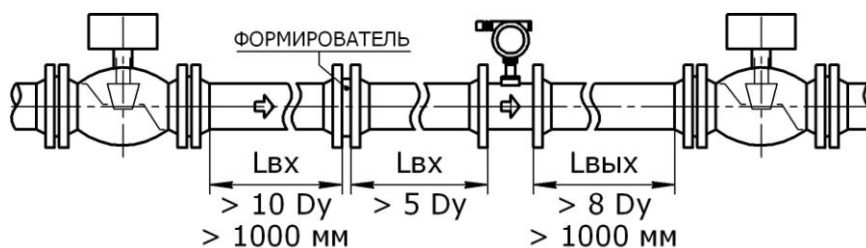

Рисунок 9. Частично открытая задвижка или регулятор (Рекомендуется установка формирователя)
2.2.3 Регуляторы давления (расхода) рекомендуется устанавливать после датчика по направлению потока. При установке регулятора давления (расхода) перед датчиком необходимо производить монтаж в соответствии с 2.3.2 (рисунок 9), с применением формователя (поставляется по отдельному заказу).